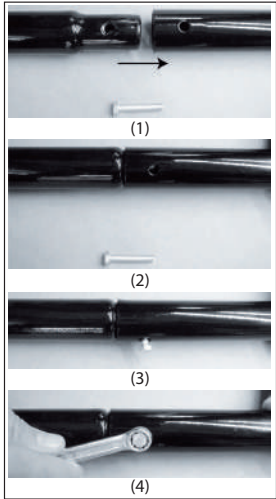

Fig. 03
- Lösen Sie zuerst die an der unteren Hebelstange seitlich angebrachte Sechskantschraube SW10 (Fig.03(1)) und fügen die obere und untere Hebelstange ineinander und sichern sie die Verbindung mit der Sechskantschraube (Fig.03(2/3/4))